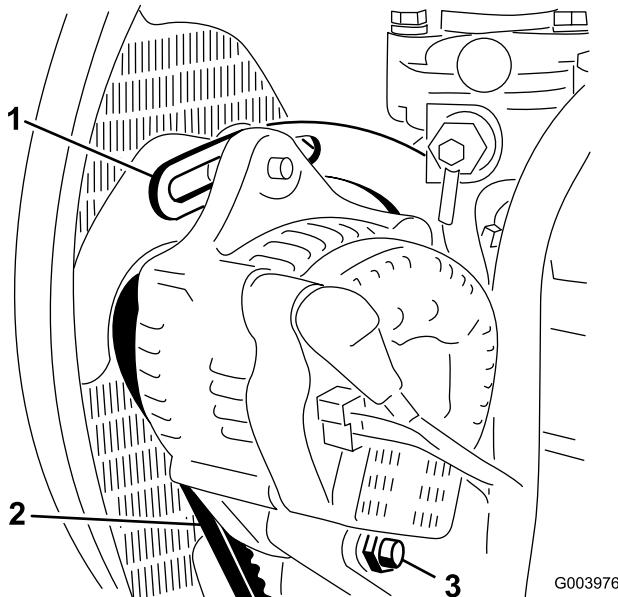

图58
2. 检查交流发电机皮带张紧力的方法：使用 10kg 的力按压交流发电机和曲轴箱皮带轮之间的皮带（图 58）中间位置。
3. 松开将皮带环形支架固定到发动机（图58）的螺栓，以及将交流发电机固定到皮带环形支架上的螺栓和枢轴螺栓。